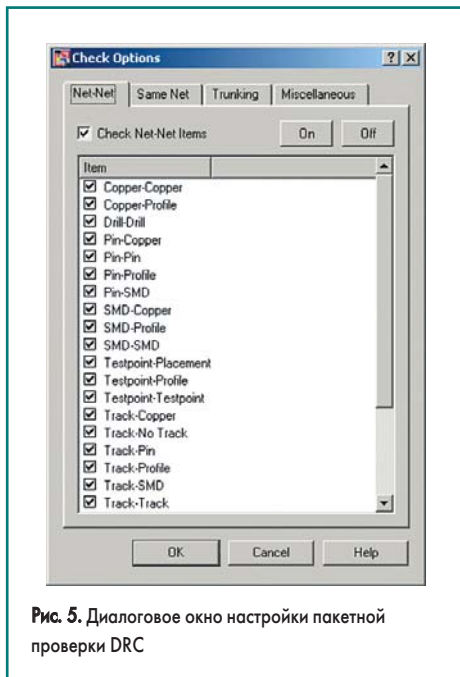

Рис. 5. Диалоговое окно настройки пакетной проверки DRC
На экране появится диалоговое окно **Check Options** (рис. 5), в нем есть четыре закладки, на которых выбираются правила, применяемые к объектам: разных цепей (Net-Net), одной и той же цепи (Same Net), шин или наборов цепей (Trunking), а также другие правила (Miscellaneous).
24. Убедимся, что все настройки на закладке **Net-Net** выполнены, как показано на рис. 5, то есть все «галочки» включены.